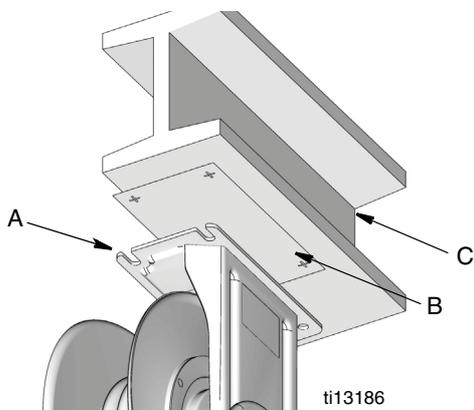

FIG. 8
1. Percez des trous dans la poutrelle en I (C) en utilisant le gabarit (B) fourni (FIG. 8).